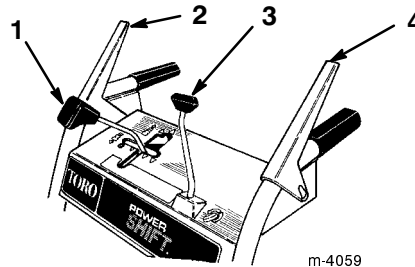

Figure 13
- **Commande de changement de vitesse** (Fig. 13)—La commande possède une position de point mort, quatre vitesses en marche avant et deux vitesses en marche arrière. Elle commande aussi la force motrice des roues. Pour sélectionner un rapport, placez le levier dans la position souhaitée.
- **Commande de tarière/roue hélice** (Fig. 13)—Pour embrayer la tarière et la roue hélice, serrez la manette contre la poignée de droite du mancheron de droite. Pour les débrayer, lâchez la manette.
- **Commande de traction** (Fig. 13)—Pour embrayer la traction (entraînement des roues), serrez la manette contre la poignée du mancheron de gauche. Pour arrêter la traction, lâchez la manette.
- **Commande d'orientation de l'éjecteur** (Fig. 13)—Tournez la commande d'orientation dans le sens des aiguilles d'une montre pour déplacer l'éjecteur vers la droite, ou en sens contraire pour le déplacer vers la gauche.
2. Vérifiez si la manette de commande de tarière/roue à hélice et la manette de commande de traction sont bien débrayées (Fig. 13).